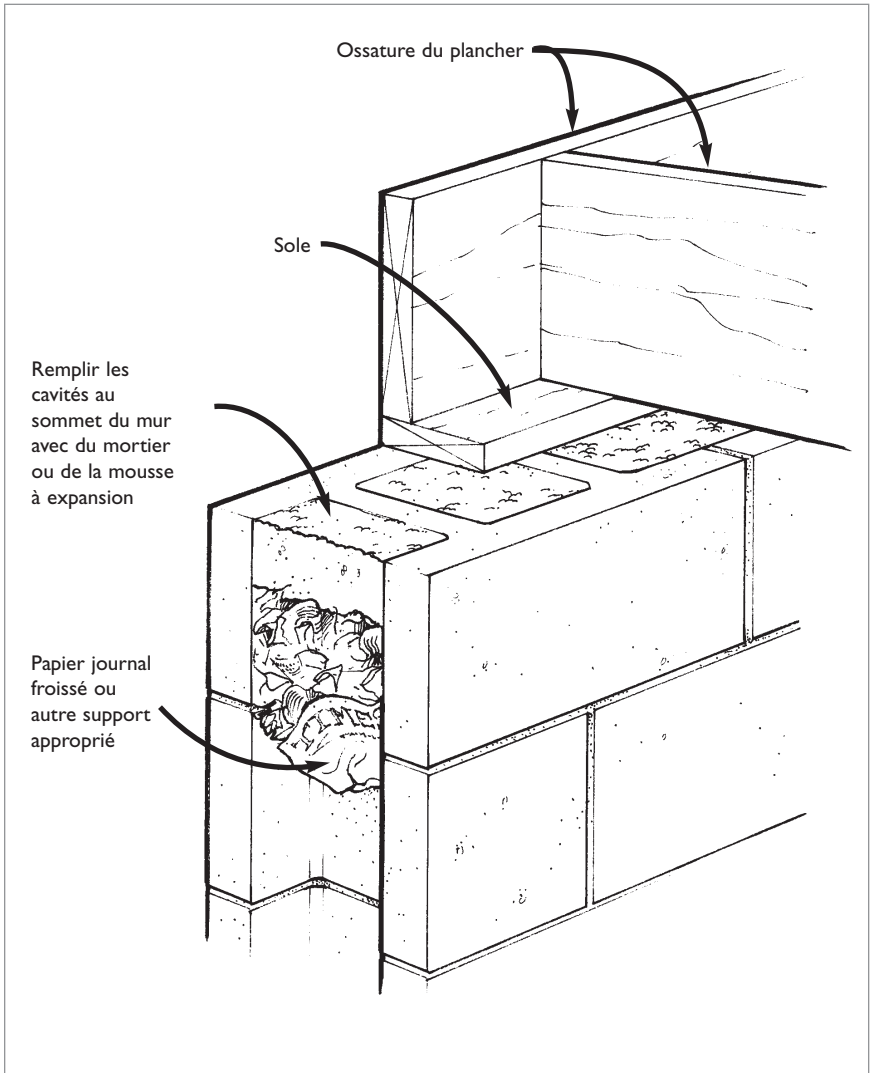

Figure 10 : Obturation des cavités au sommet des murs en blocs de béton
- **Cavités dans les murs en blocs de béton** – En l'absence d'une rangée de blocs pleins, il faut obturer les cavités au sommet des fondations et celles des murs porteurs internes (*voir* la Figure 10).